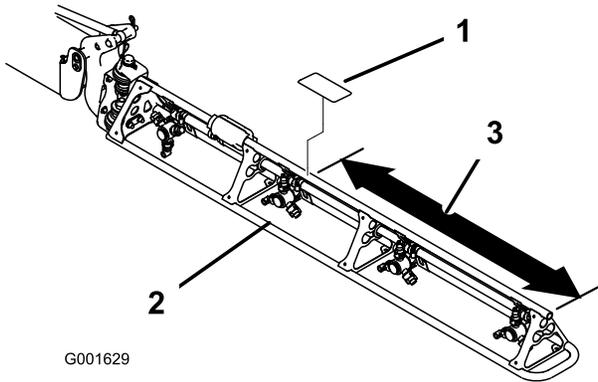

Figura 6
1. Meça a partir da extremidade das rampas como se mostra em Figura 6.
3. Retire a protecção posterior do novo autocolante e coloque-o na rampa (Figura 6).